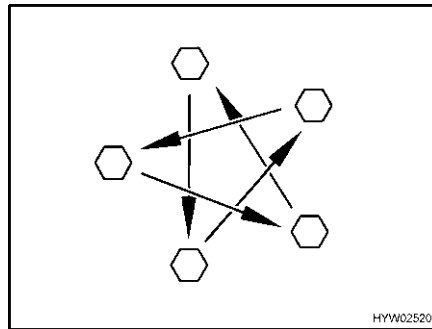

Fig. 131 Serrare a croce i dadi o i bulloni delle ruote
- Controllare regolarmente il serraggio dei dadi o dei bulloni. Regolare a croce (Fig. 131) il serraggio dei dadi o dei bulloni di una ruota sostituita dopo circa 50 km.
- ▷ Serrare a croce i dadi o i bulloni delle ruote (Fig. 131).